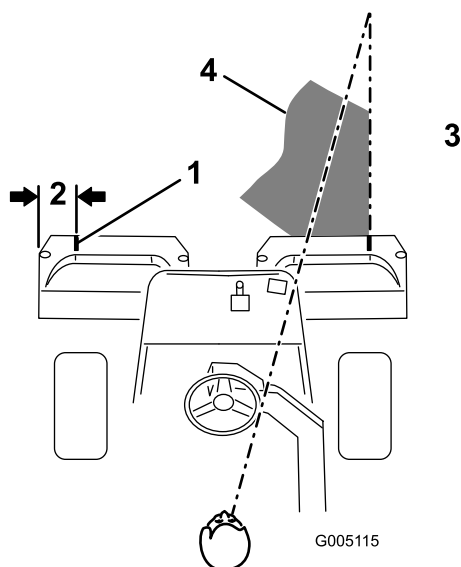
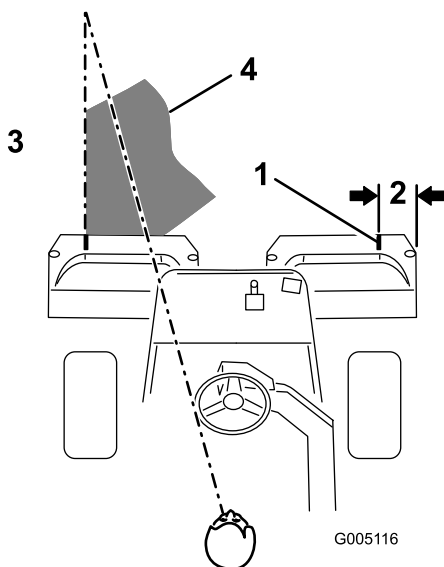

図 22
図 23
- その位置に白色テープか白ペンキで集草箱の縁と平行に目印を入れる（図 22）。
- 行きと帰りでのオーバーラップができるだけ小さくなるように運転します。隣の列との距離を一定に保って直進するには、本機の前方向約2～3mを視野に捕らえておくのがポイントです（図 22および図 23）。ハンドルを目印にして距離を合わせても良いでしょう。その場合、ハンドルの縁と本機
前方の目標ラインとを重ねて見ながら運転します（図 22および図 23）。